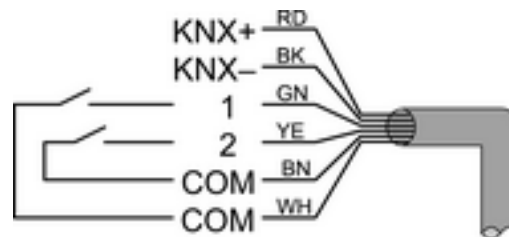

Figure 2: Affectation de raccordement de la ligne de commande
- Le cas échéant, raccorder des contacts libres de potentiel aux entrées (figure 2).